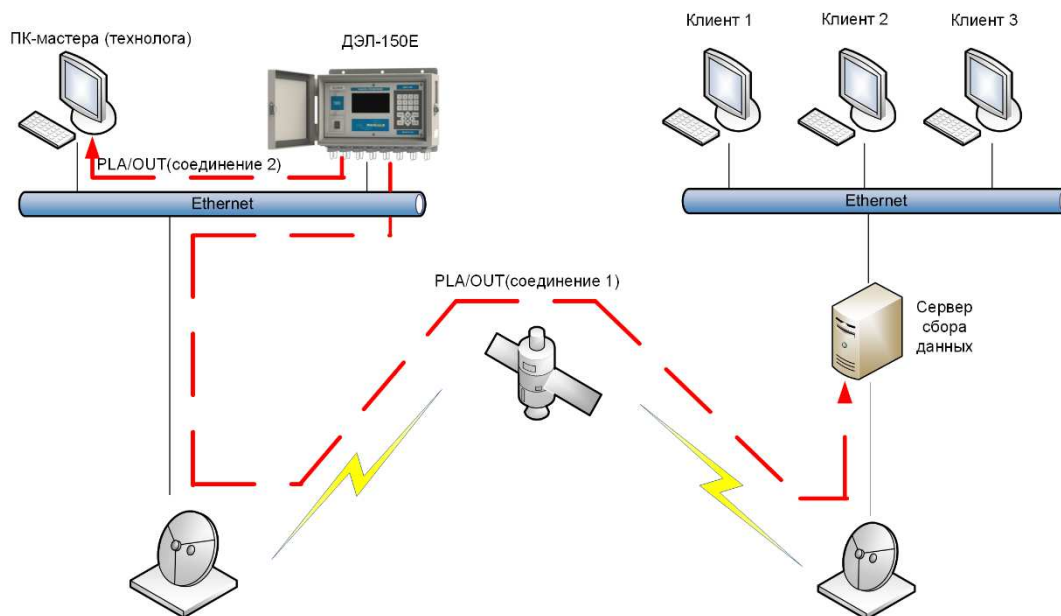

Рис. 1 Структурная схема сети предприятия.
- Пример структурной схемы сети показан на рис. 1